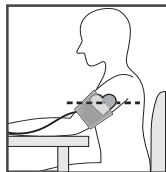

Рис.3
1. Сядьте у стола так, чтобы во время измерения артериального давления Ваша рука опиралась на его поверхность (рис.3). Удостоверьтесь, что место наложения манжеты на плече находится приблизительно на той же самой высоте, что и сердце, и что предплечье свободно лежит на столе и не двигается.